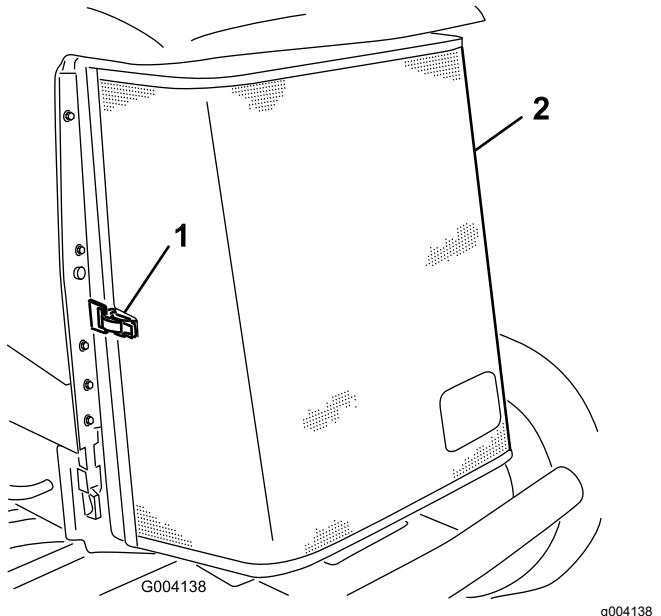

Figura 68
- Sbloccate il morsetto e aprite la griglia posteriore (Figura 68).